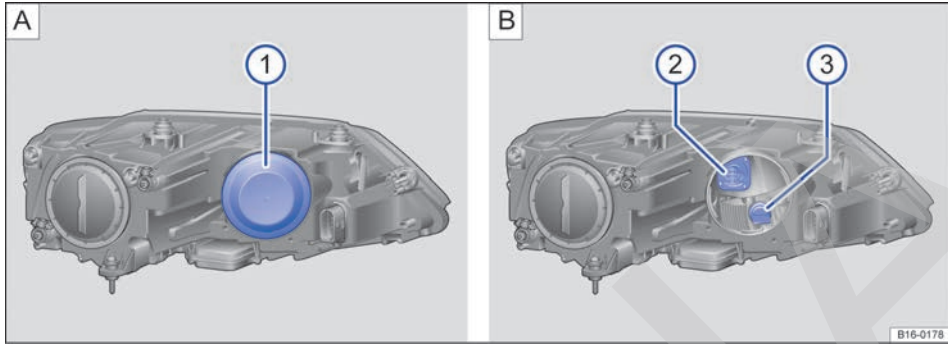

Fig. 192 En el vano motor: ① tapa en el faro izquierdo, ② luz de curva estática, ③ intermitente.
3.	Desmonte la tapa de goma → fig. 192 ① de la parte posterior del faro.
4.	Gire el portalámparas ② o ③ en el sentido contrario al de las agujas del reloj, hasta el tope, y extráigalo junto con la lámpara hacia atrás.
7.	Coloque la tapa de goma ①.